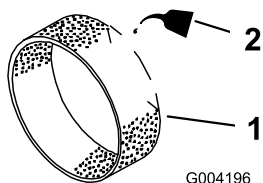

Figura 145
3. Applicate da 3 a 6 cl d'olio sul prefiltro (Figura 145).